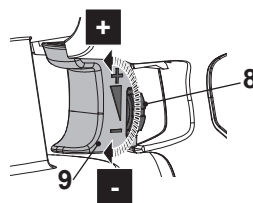

Fig. 5
Rode o botão de ajuste do fluido (8) no sentido horário para aumentar o volume da saída do fluido e no sentido contrário ao dos ponteiros do relógio para diminuir o volume da saída do fluido (Fig. 5) (quando visto a partir da posição do operador-s).